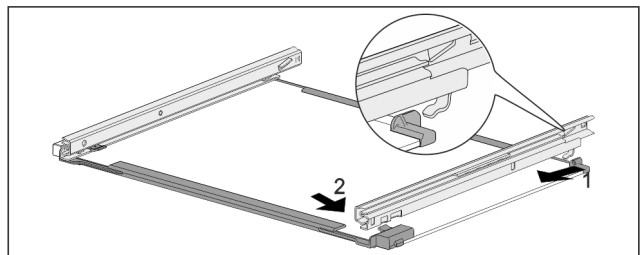

Fig. 245 Glasplatte mit Schienen
- ▶ Schiene hinten einhaken. Fig. 245 (1)
- ▶ Schiene vorne einrasten. Fig. 245 (2)